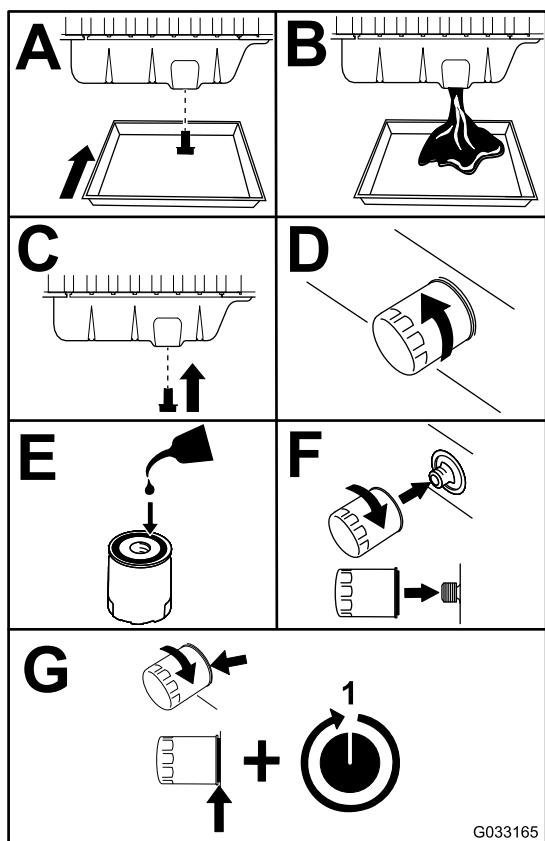

Figura 52
- Cambie el aceite del motor y el filtro (Figura 52).